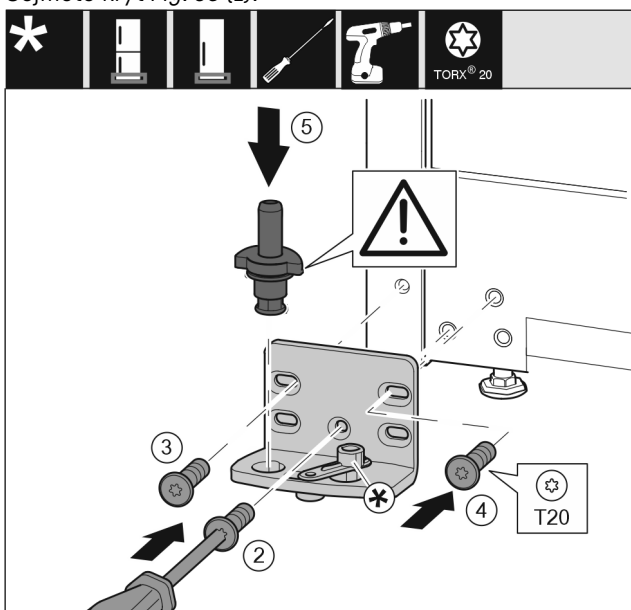

Fig. 37
- ▶ Nasadte stojan ložiska na druhé straně a přišroubujte pomocí šroubováku. Začněte šroubem Fig. 37 (2) dole uprostřed.
- ▶ Utáhněte šroub Fig. 37 (3) a šroub Fig. 37 (4).
- ▶ Zcela vložte ložiskový čep Fig. 37 (5). Přitom dávejte pozor, aby zajišťovací vačka směřovala dozadu.
- ▶ Nasadte stojan ložiska na druhé straně a přišroubujte pomocí šroubováku. Začněte šroubem (2) dole uprostřed.\*
- ▶ Utáhněte šroub (3) a šroub (4)\*
- ▶ Spojení tlumiče zavírání (5) otočte o 180°. Šroubovákem přišroubujte na druhé straně stojanu ložiska.\*
- ▶ Zcela vložte ložiskový čep (6). Přitom dávejte pozor, aby zajišťovací vačka směřovala dozadu.\*